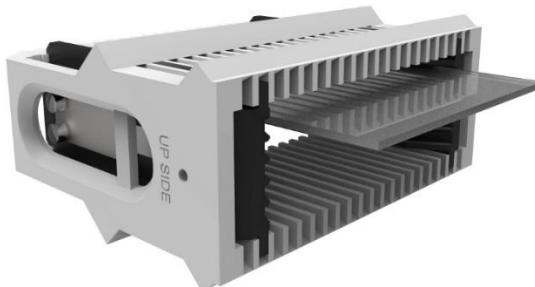

Figure 35 : Insertion d'une lame de taille grand dans le panier
- 1) Si le bouton d'ouverture de porte est allumé en vert, appuyez sur le bouton d'ouverture de porte (*Figure 35 – 1*).